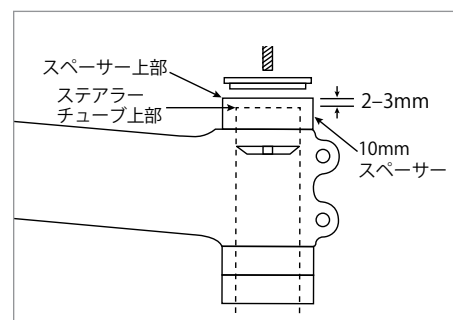

図 1
4. ステムの上には常に 10mm のスペーサーを使用してください。ステアラーの上部は、10mm のスペーサーの上部から 2~3mm 下にする必要があります (図 1)。ステアラーが長すぎて、必要量のスペーサーが取り付けられない場合は、ステアラーを切断し、ヘッドセットのスターナットまたは圧縮プラグの位置を変更する必要があります。ステアラーが短すぎると、ステムをしっかりと固定するのに十分な締め付け面が得られません。上記の寸法に適合するよう、スペーサーを取り外します。上記の寸法に適合しない場合は使用しないでください。